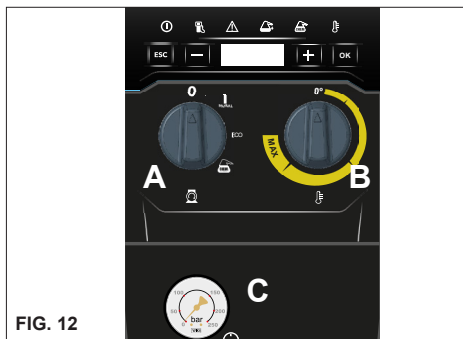

FIG. 12
N.B. Pour réinitialiser les signalisations tourner l'interrupteur général « A » fig. 12 sur « 0 » puis sur « I ». Consulter le document « Tableau de commandes ».